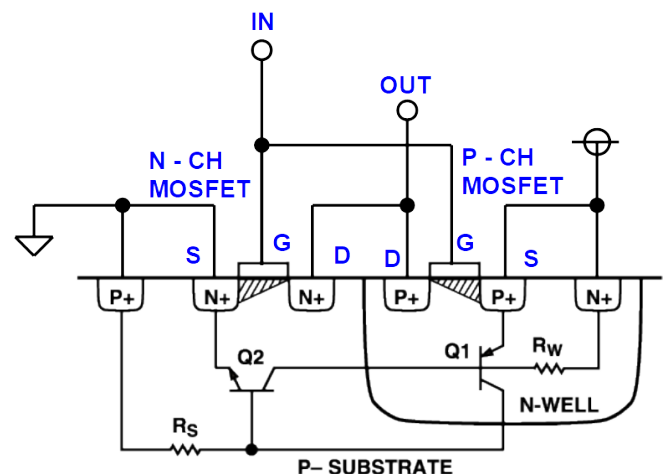
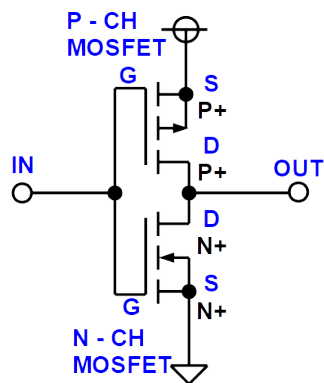
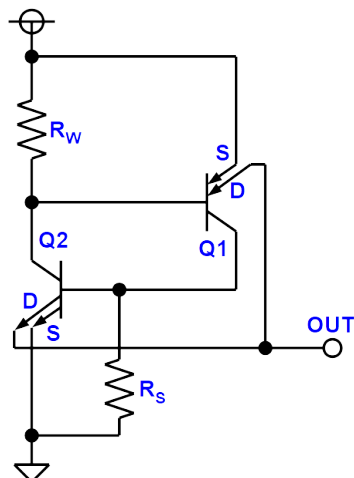

図 9. CMOS アナログ・スイッチに配線を追加して CMOS インバータ/アンプ接続としたもの（この構成では基底材であるサブストレータが P 型半導体）
図 10. 図 9 を CMOS インバータ／アンプとして表記したもの
図 11. 図 9 の半導体構造をバイポーラ・トランジスタ等価回路として表記したもの
さて図 9 は、[5]から CMOS アナログ・スイッチの構造を転記し、配線を追加した CMOS インバータ/アンプの断面図です。構成や考え方は図 5 と同じですが、この構成では基底材であるサブストレータが P 型半導体です。
この CMOS インバータ/アンプ接続に変更すると、ゲートは CMOS インバータ/アンプの入力 (IN) となり、N-CH と P-CH MOS FET のドレインは出力 (OUT) になります。図 9 を MOS FET の回路に書き直したものを図 10 に記載します。これは一般的に見る回路ではないでしょうか。しかしこの回路ではラッチアップ動作を表現できません。
図 9 の半導体構造をバイポーラ・トランジスタ等価回路として表してみると図 11 のようになります。ここで Q1 と Q2 がサイリスタとなります。Q1 の D と記載のあるエミッタ（図 10 の P-CH MOS FET のドレイン）の電圧が電源端子電圧 $+V_F$ (V_F はダイオードの順方向電圧) となるか、Q2 の D と記載のあるエミッタ（図 10 の N-CH MOS FET のドレイン）の電圧がグラウンド電圧 $-V_F$ となると、Q1 もしくは Q2 が導通し（それぞれ S 側のエミッタ）、それにより Q2 もしくは Q1 が導通し（同じく S 側のエミッタ）、ラッチアップに至ることになります。
前出の IC 設計経験のある FAE によると、「図 9 であれば P サブストレートの R_s 、もしくは N-WELL の R_w に電流が流れることで寄生サイリスタがオンする」とのことでしたが、CMOS アナログ・スイッチにおいては具体的にどのような条件であれば、これら R_s 、 R_w に電流が流れるのかに気がつくことができませんでした (汗)。